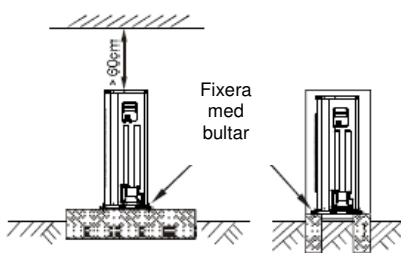

Fig. 6-6
- Gör betongfundamentet enligt specifikationerna av utomhusenheten (se Fig. 6-6).
- Sätt fast enhetens fötter med bultar, för att undvika att enheten faller ner på grund av jordbävning eller stark vind (se Fig. 6-6).